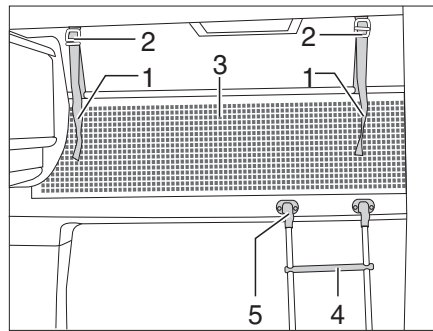

Fig. 113 Cama de alcoba
Para subir a la cama de alcoba, utilizar la escalera de ascenso (Fig. 113,4) equipada de serie.
- Enganchar la escalera con los largueros en el soporte (Fig. 113,5) del panel de la alcoba.
La red de seguridad (Fig. 113,3) viene de serie entre el colchón y el somier. Tender la red de seguridad cuando las personas ya se encuentren en la alcoba.
- Engatillar las cintas de sujeción (Fig. 113,1) en los soportes en el techo (Fig. 113,2).